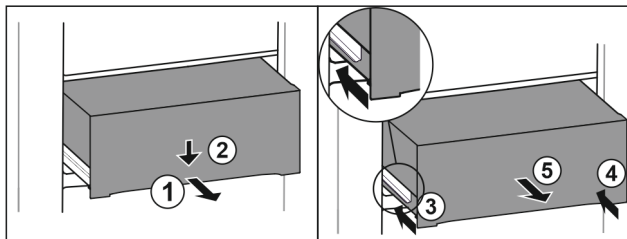

Fig. 133
- ▶ Izvucite ladicu na pola. Fig. 133 (1)
- ▶ Pritisnite ladicu naprijed prema dolje. Fig. 133 (2)
- ▶ Gurnite lijevu vodilicu za oko 2 cm. Fig. 133 (3)
- ▶ Gurnite desnu vodilicu za oko 2 cm. Fig. 133 (4)
- ▶ Izvadite ladicu prema naprijed. Fig. 133 (5)